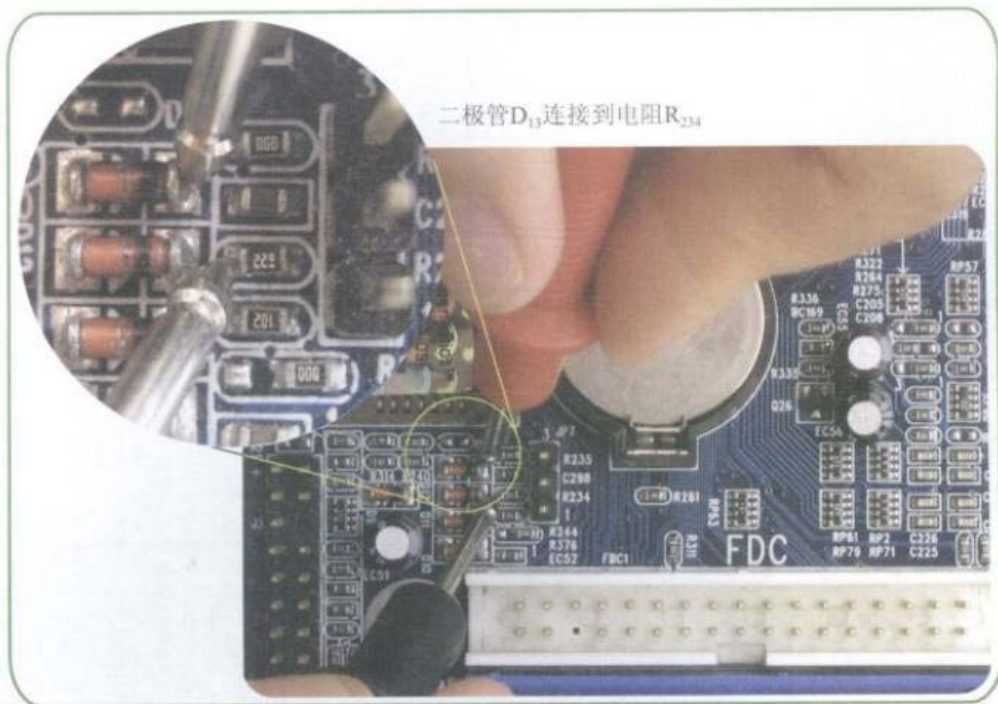

图6-18 测量二极管到电阻的线路
Step 02 测量二极管 $D_{13}$ 到电阻 $R_{234}$ 的线路,如图6-18所示。